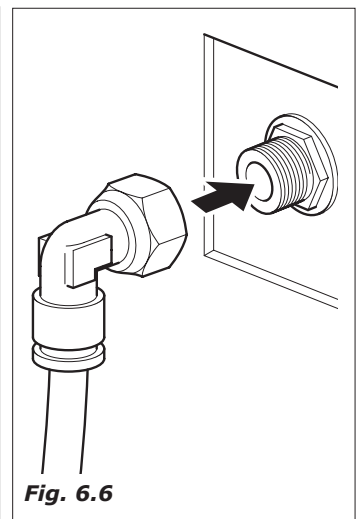

Fig. 6.6
- A Ligação contemplada é um 3/8 gas (Fig.6.6).